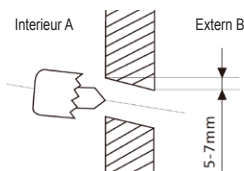

Fig. 12 -
5. Boor een gat van Ø65 mm (of Ø90 mm afhankelijk van het model) in de wand ("Fig. 12 -"), met een lichte neerwaartse helling naar buiten toe. Begin hierbij aan één kant van de muur (A) en eindig aan de andere kant (B), om te voorkomen dat de muur zelf abnormaal beschadigd wordt.